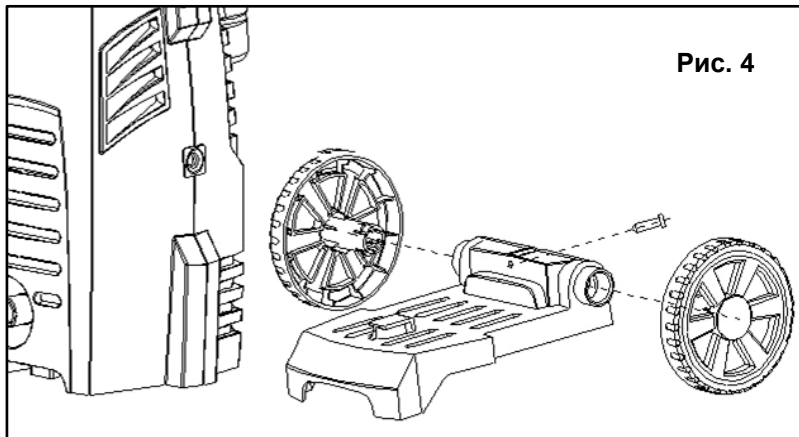

Рис. 4
- Закрепите колесную раму на корпусе мойки (См. Рис.4)